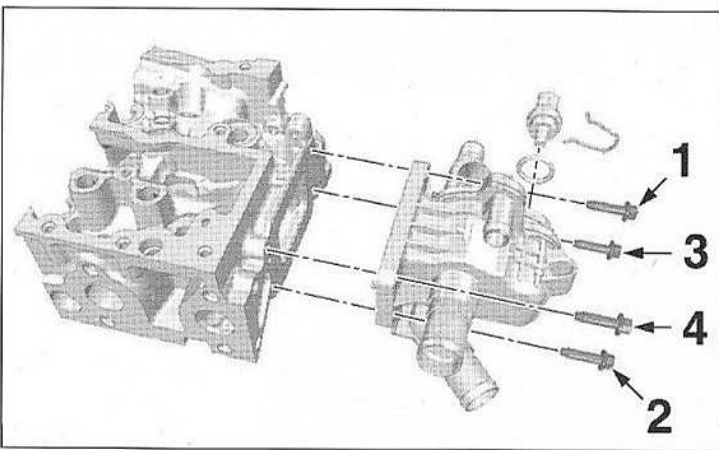

FIG.34
- Respecter l'ordre de serrage des vis (9) (Fig.34).
21. Vis du boîtier thermostatique (\*\*) (Fig.34) :